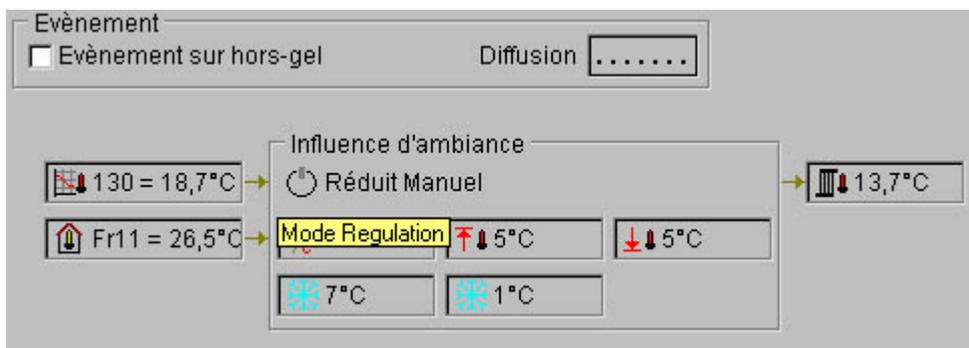

Figure 2.52 : Ressource Influence d'ambiance - Mode de régulation
- Mode régulation : ce champ vous indique le mode de régulation choisi (voir figure 2.52)